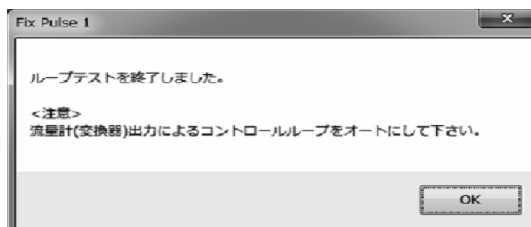

図134
- ⑥ 「Stop」 ボタンをクリックするとメッセージボックス(図134)が表示されますので、「OK」 ボタンをクリックして下さい。